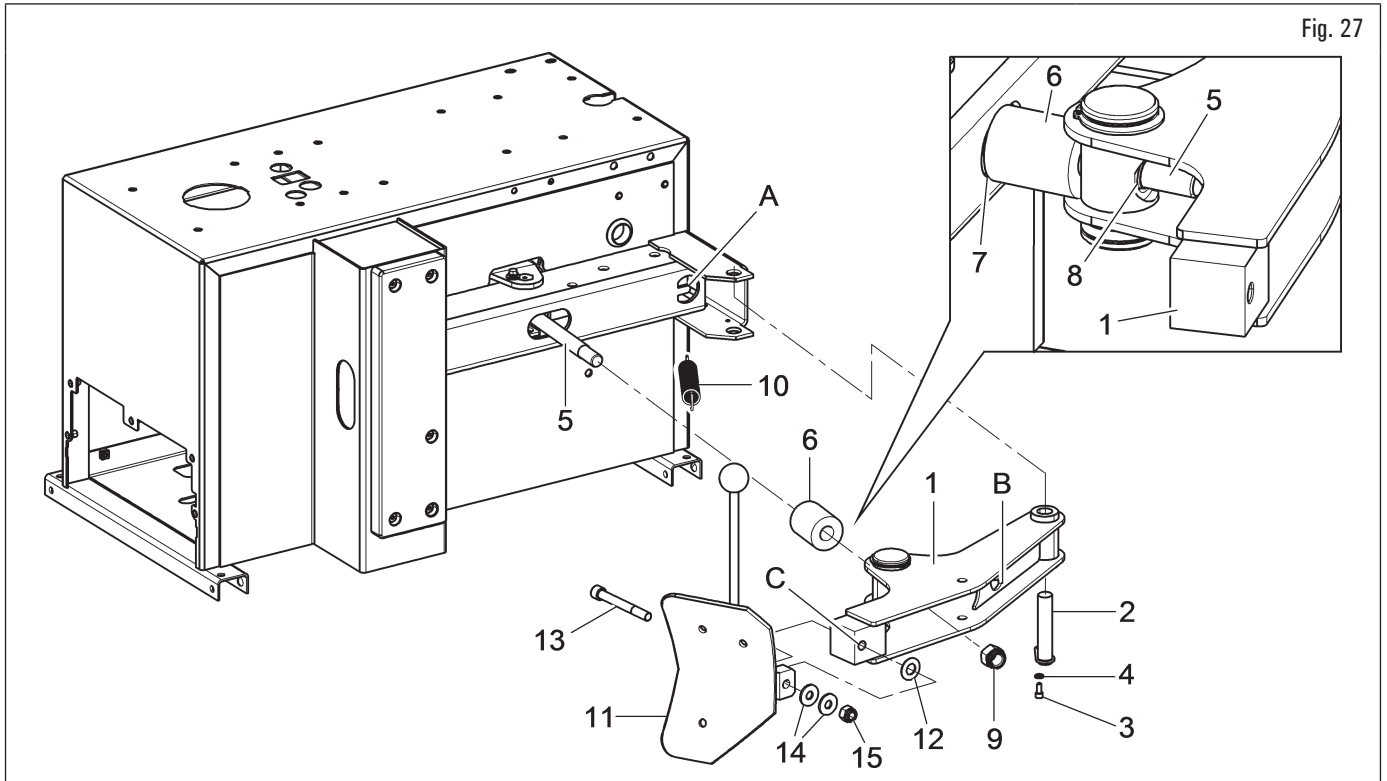

Fig. 27
1. Inserire l'estremità del braccio stallonatore (Fig. 27 rif. 1) nella parte sporgente del telaio; inserire il perno (Fig. 27 rif. 2). Bloccare il perno tramite la vite (Fig. 27 rif. 3) e la rondella (Fig. 27 rif. 4);
2. inserire sullo stelo (Fig. 27 rif. 5) il tampone (Fig. 27 rif. 6), portandolo a battuta contro il telaio, in corrispondenza dell'asola (Fig. 27 rif. 7). Inserire lo stelo nell'apposito foro (Fig. 27 rif. 8) presente sul braccio stallonatore (Fig. 27 rif. 1) quindi avvitare il dado autobloccante (Fig. 27 rif. 9);
3. montare la molla (Fig. 27 rif. 10), agganciando le estremità nei punti (Fig. 27 rif. A) (sul telaio) e (Fig. 27 rif. B) (sul braccio);
4. posizionare la paletta (Fig. 27 rif. 11) in corrispondenza dell'estremità del braccio stallonatore; inserire nel punto (Fig. 27 rif. C) la molla a tazza (Fig. 27 rif. 12). Fissare la paletta (Fig. 27 rif. 11) al braccio stallonatore tramite la vite (Fig. 27 rif. 13), le rondelle (Fig. 27 rif. 14) ed il dado (Fig. 27 rif. 15).